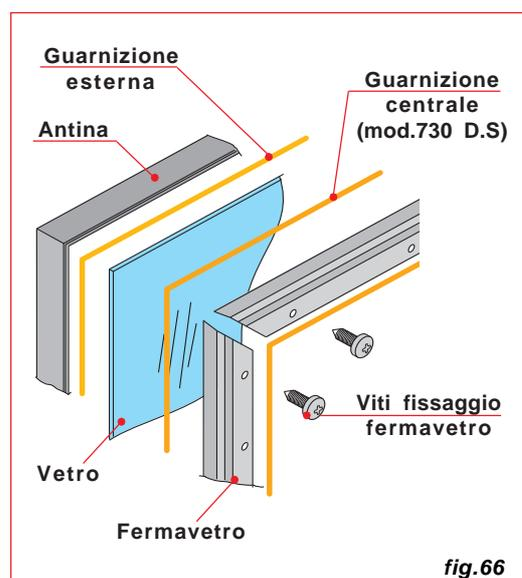

fig.66
- Togliere le viti di fissaggio del fermavetro (fig. 66)